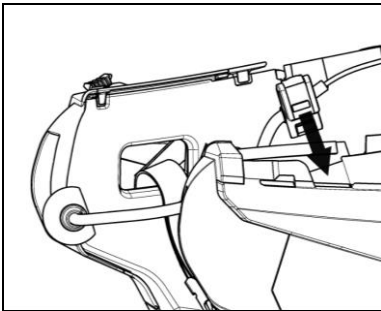

Fig. 7
- Pasar el cable dentro del casco y encajar el cierre de fijación de la derecha en su alojamiento (Fig. 7).